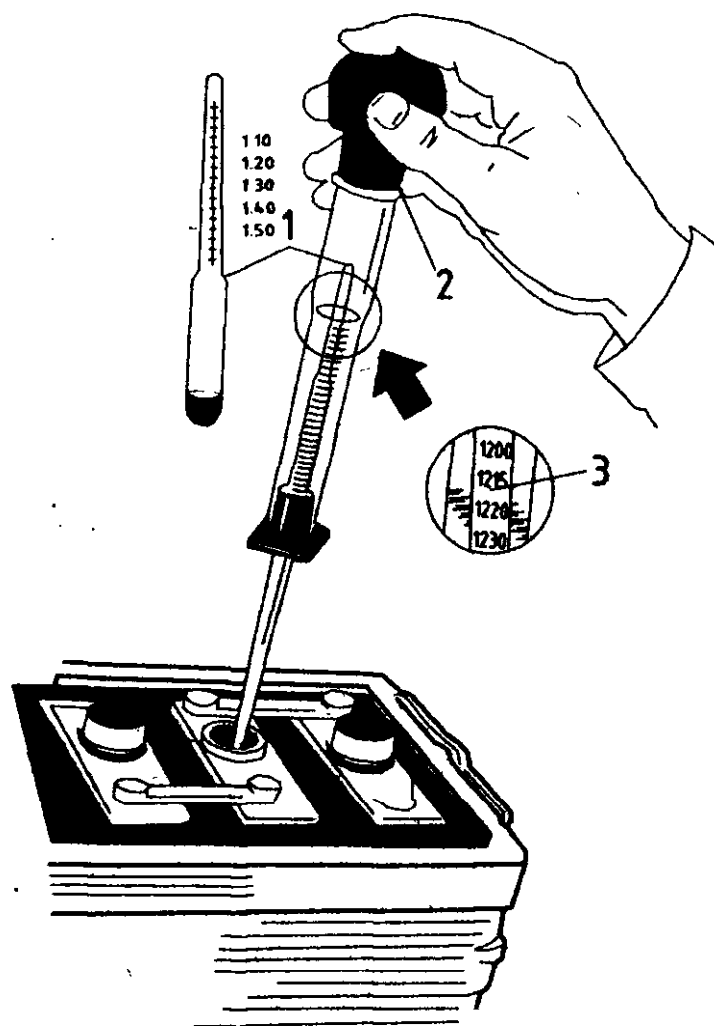

Рис. 103. Проверка плотности электролита:
**Проверка уровня электролита в аккумуляторе.** В аккумуляторе уровень электролита проверяют через заливные отверстия с помощью стеклянной трубки с внутренним диаметром 5 мм (рис. 103). Трубку следует опустить в аккумулятор до упора в предохранительный щиток, затем плотно закрыть пальцем или грушей ее наружное отверстие и вынуть. Столбик электролита в трубке покажет его уровень в аккумуляторе.